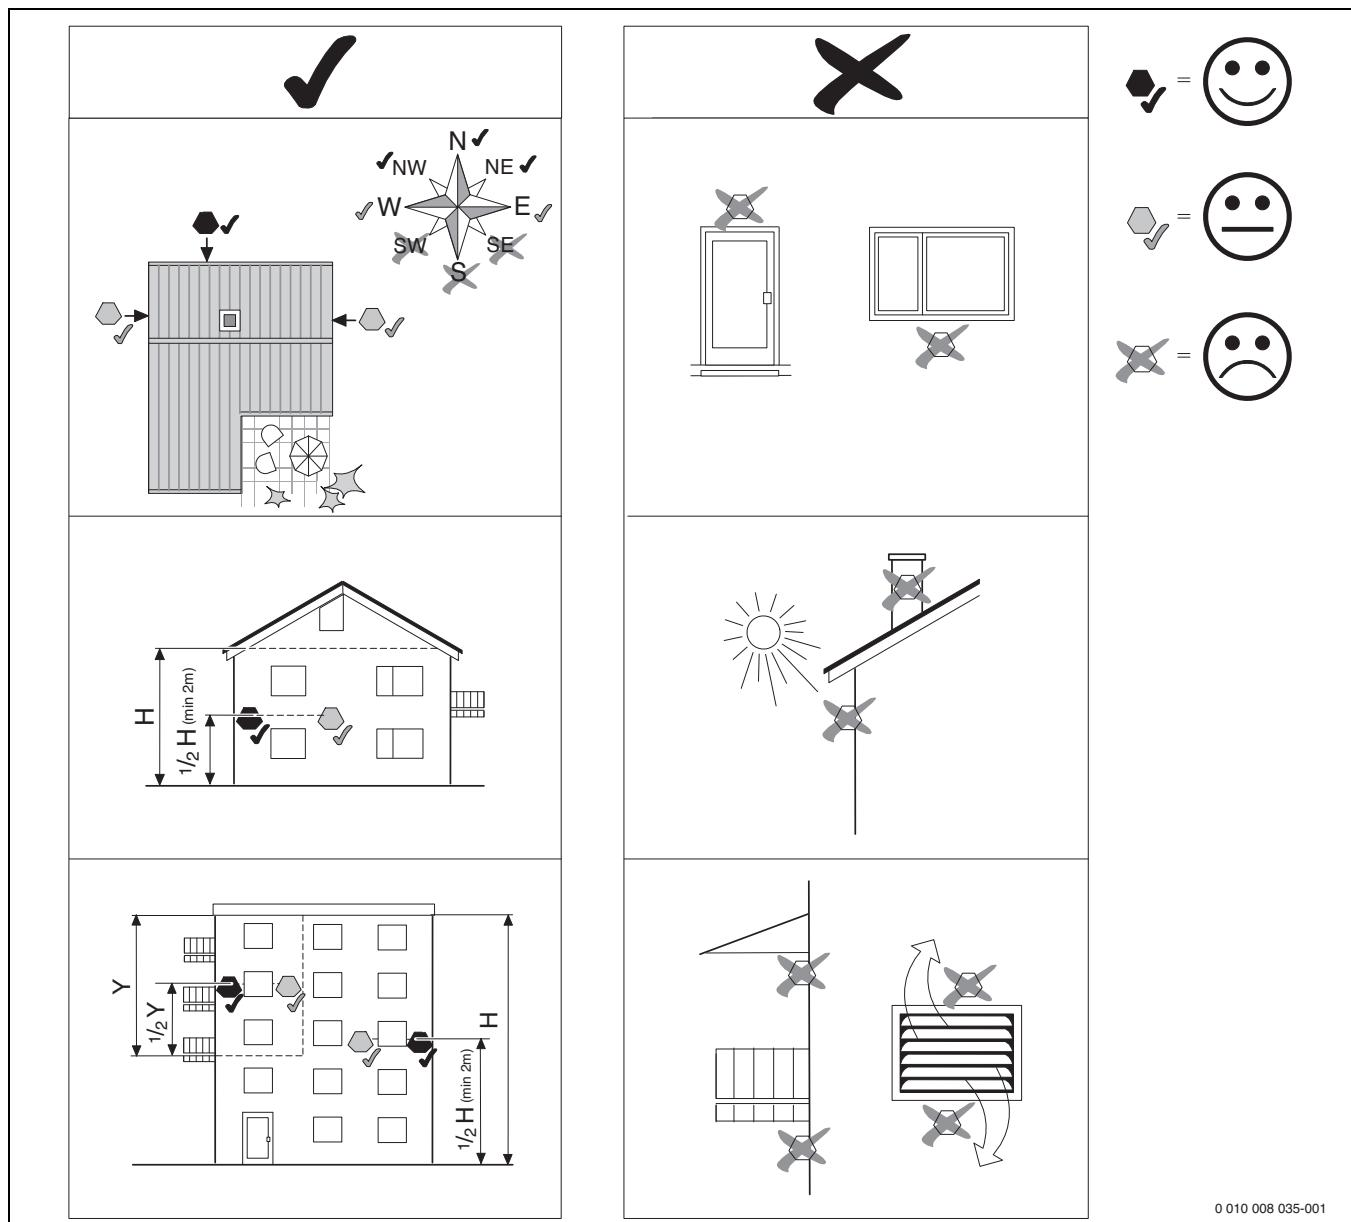

Bild 8 Außentemperaturfühler montieren
► Außentemperaturfühler wie in Bild 8 montieren.